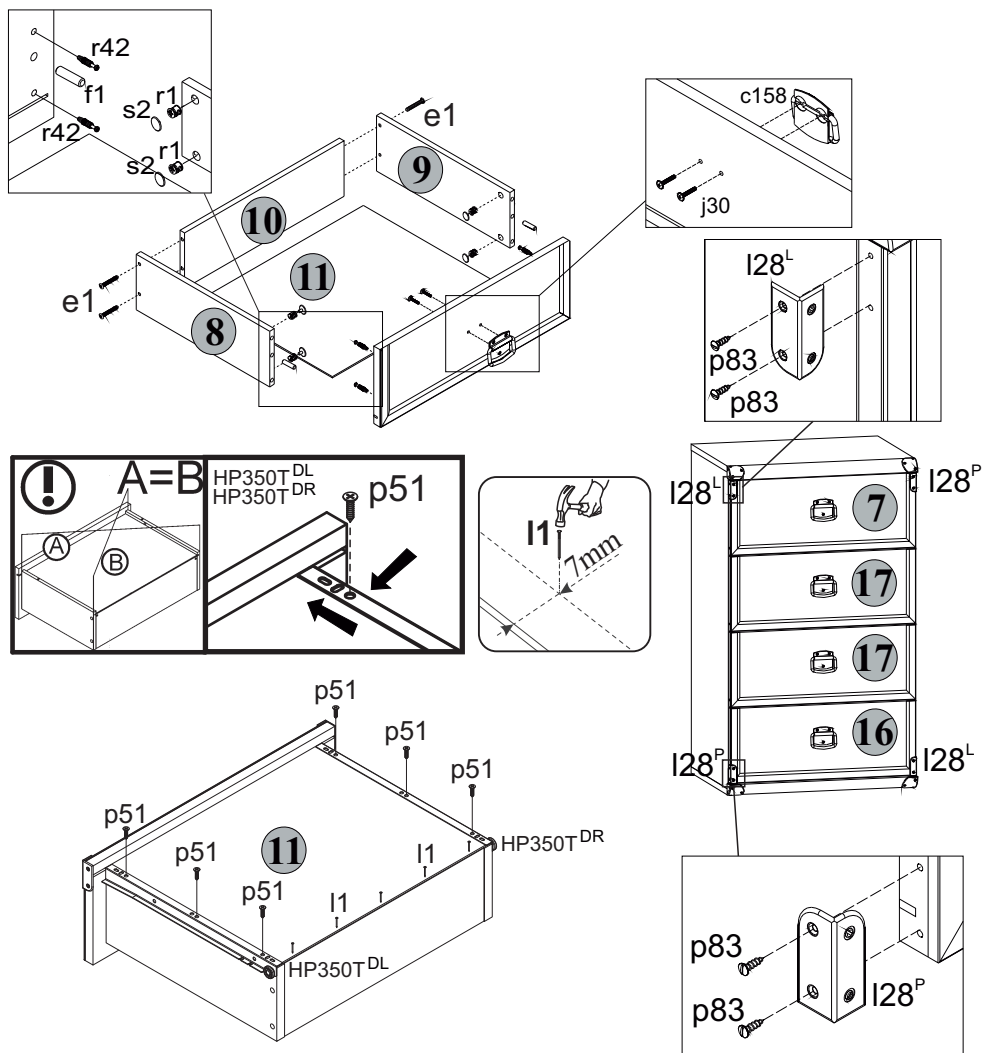

Рис. 3
5.12 В отверстия диаметром **8 мм** на передних кромках стенок боковых **8** и **9** корпусов выдвижных ящиков вбить деревянные шканты **f1** (см.рис.3).
5.13 В отверстия диаметром **15 мм** на внутренних поверхностях стенок боковых **8** и **9** корпусов выдвижных ящиков вставить стяжки эксцентриковые **r1** (см.рис.3).
5.14 В отверстия диаметром **5 мм** на внутренних поверхностях панелей передних **16, 17** и **7** ящиков выдвижных с помощью крестообразной отвертки вкрутить винты стяжки **r42** (см.рис.3).
5.16 Соединить панели передние **16, 17** и **7** с корпусом ящика выдвижного и затянуть стяжки эксцентриковые **r1**, пользуясь специальным ключом **z1**. Закрыть стяжки эксцентриковые заглушками **s2** (см.рис.3).